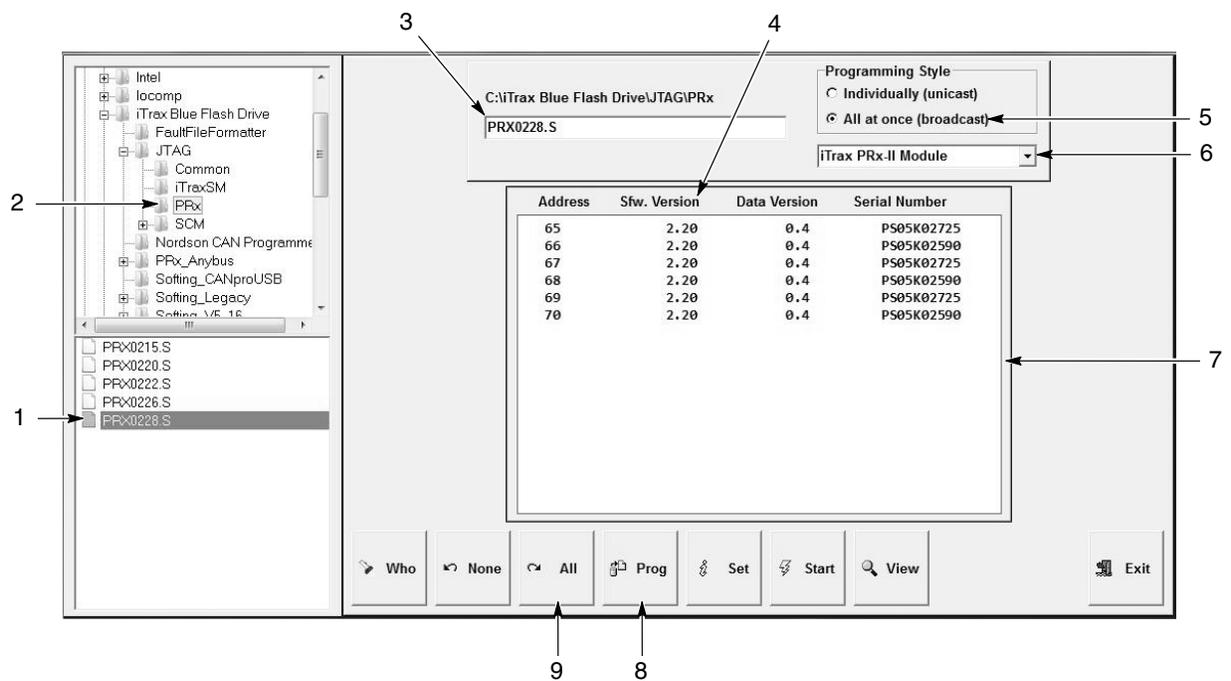

Abbildung 13 Hauptbildschirm von CAN Programmer
Siehe Abbildung 13.
3. Siehe Abbildung 13. *PRx II-Modul* aus dem Drop-down-Menü (6) wählen. Nach der Auswahl wird die Moduladressenliste (7) mit Einstellungen für das PRx II-Modul angezeigt.